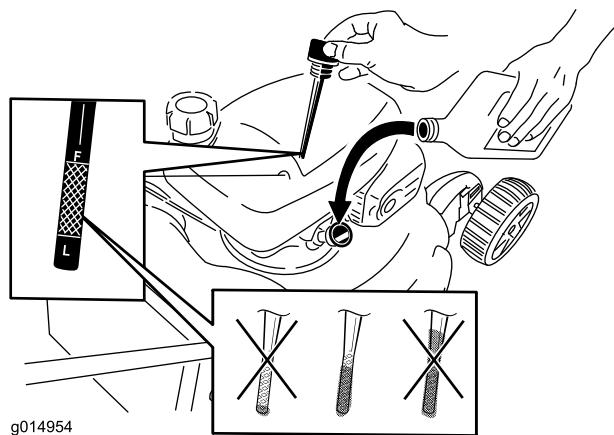

Figura 10
2. Retire la varilla y compruebe el nivel de aceite (Figura 10). Si el nivel de aceite está por debajo de la marca **Add** (añadir) de la varilla, vierta lentamente aceite en el tubo de llenado hasta que el nivel llegue a la marca **Full** (lleno) de la varilla. **No llene demasiado.** (Capacidad máxima: 0,55 litros, tipo: Aceite detergente SAE 30 para automóviles con clasificación de servicio API SL, SM o superior. Puede utilizarse SAE 10W30 si no hay aceite SAE 30 fácilmente disponible.)
1. Retire la varilla, límpiela, y vuelva a colocarla (Figura 10).